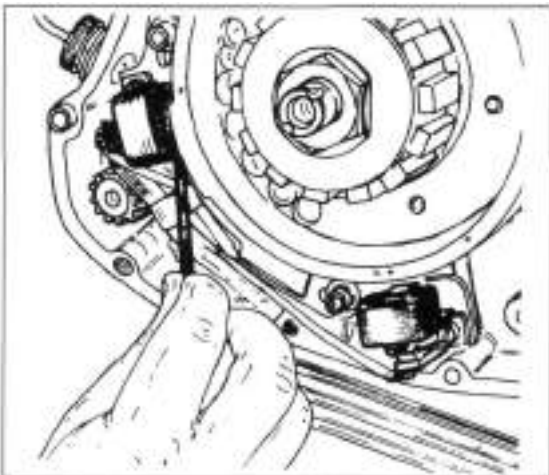

Bild 84
- Abstand zwischen Pickup und Nase des Schwungrads kontrollieren (Sollwert $0,7 \pm 0,1 \text{ mm}$; Bild 84).